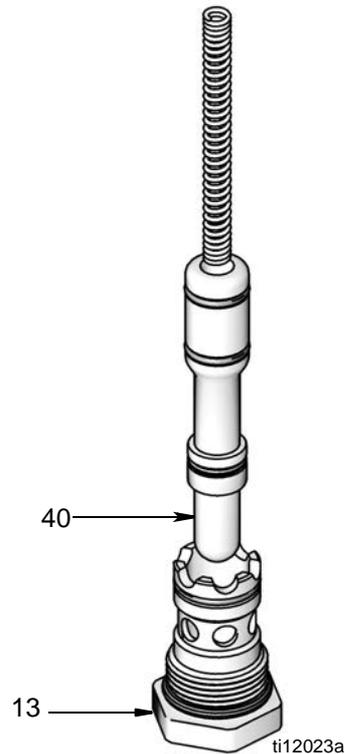

FIG. 17
1. Aplique una capa abundante de grasa en el resorte (37), asegurándose de que la cantidad sea suficiente para cubrir la superficie completa del resorte que se inserta en el vástago de la válvula (40).
2. Aplique grasa a la superficie exterior de todas las juntas o-ring (FIG. 17).
3. Inserte el resorte (37) en el vástago de la válvula (40).
4. Inserte el vástago de la válvula (40) en el cartucho de la válvula (13). Asegúrese de que la válvula esté completamente presionada contra el cartucho y correctamente asentada (FIG. 17).